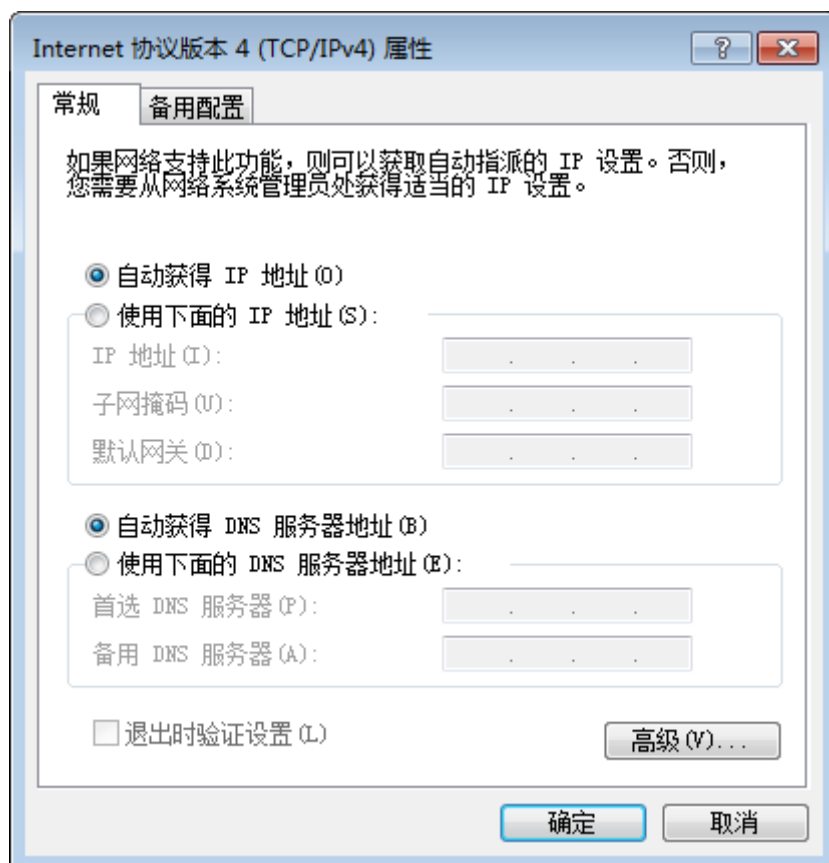

图3-2 本地网卡配置
1. 依次打开电脑上的控制面板》网络和 Internet》网络和共享中心》更改适配器配置，选择对应的网卡，将网卡配置成自动获得 IP 地址或手动分配与相机同一网段地址，如图 3-2 所示。